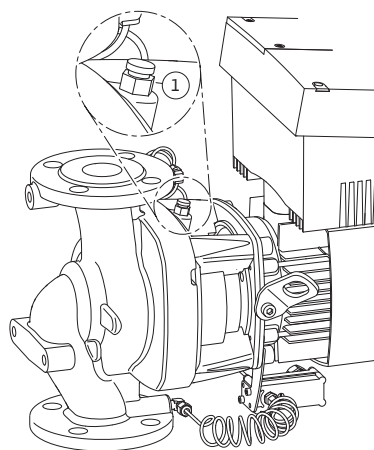

Fig. 44: Avluftningsventil
- Avlufta pumpen genom att lossa avluftningsventilen (Fig. 44, pos. 1). Torrkörning förstör pumpens mekaniska tätning. Differensstrycksgivaren får inte avluftas (risk för skador).